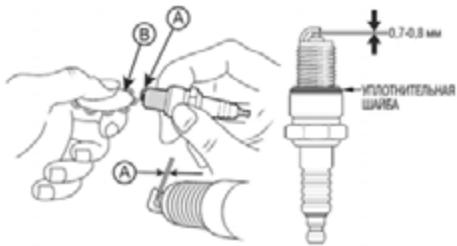

Рис. 23. Обслуживание свечи зажигания
4. Измерьте зазор А между электродами свечи зажигания специальным щупом В. Зазор должен быть $0,7\text{--}0,8$ мм (Рис. 23). При увеличении или уменьшении требуемого зазора, рекомендуется заменить свечу, так как регулировка зазора может привести к изменению качества искрообразования.